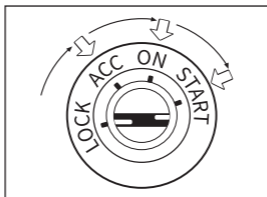

Figura 3.1.1
1. Desligar a ignição ou para a posição "LOCK" (0). (Veja Figura 3.1.1)